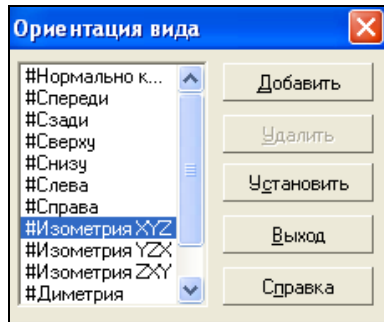

Рис. 28.12. Окно **Ориентация вида**
- ♦ на панели инструментов **Вид** нажмите кнопку **Ориентация**. Появится диалоговое окно **Ориентация вида** (рис. 28.12);